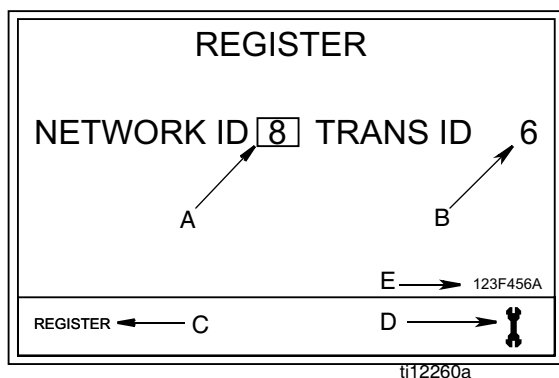

FIG. 5
4. Pulse el botón INTRO central en el teclado del contador para seleccionar la opción REGISTRO. Aparece la pantalla de registro mostrada en FIG. 5.
1. La pantalla muestra la ID de RED (A) y la ID de TRANS(ceptor) (B) (FIG. 5) asignadas al contador en ese momento.
2. Si las IDs en ambos campos son correctas y no necesita realizar ningún cambio, utilice las FLECHAS IZQUIERDA o DERECHA para mover el cursor sobre REGISTRO (C). Pulse el botón INTRO central en el teclado del contador. El contador se restaura a su pantalla inicial.